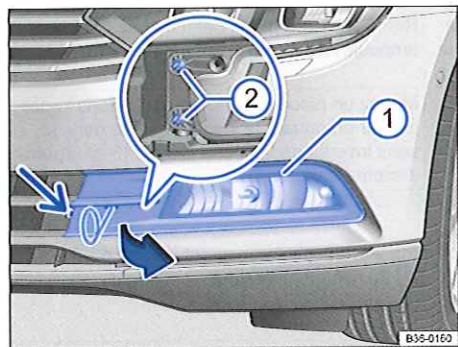
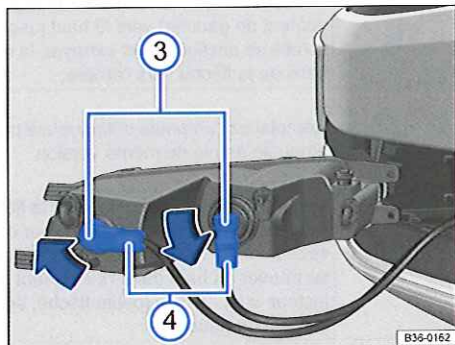

Fig. 275 Dans le pare-chocs avant, côté gauche : projecteur de feux antibrouillard, feux de jour.
Fig. 276 Changement d'ampoule dans le projecteur.
2. Avec le tournevis de l'outillage de bord ⇒ page 470, dévissez la vis de fixation du cache ⇒ fig. 275 (petite flèche).
3. Introduisez l'étrier de l'outillage de bord ⇒ page 470 dans l'évidement comme indiqué et tirez le cache avec l'étrier vers l'avant dans le sens de la flèche ⇒ fig. 275.
4. Dévissez les vis de fixation du projecteur ② avec le tournevis.
5. Tirez le projecteur hors du pare-chocs vers l'avant ⇒ fig. 276.
6. Déverrouillez la fiche de raccordement ④ de l'ampoule défectueuse et débranchez-la.
7. Tournez l'ampoule ③ dans le sens de la flèche pour la déverrouiller et retirez-la hors du projecteur.
9. Placez l'ampoule ③ dans le projecteur et tournez-la jusqu'en butée dans le sens inverse de la flèche ⇒ fig. 276 pour qu'elle soit dans la position initiale.
11. Branchez la fiche ④ sur l'ampoule jusqu'à ce qu'elle s'encliquette de manière audible.
13. Vissez les vis de fixation du projecteur ⇒ fig. 275 ②.
14. Remplacez le cache ① dans le pare-chocs et faites-le s'encliqueter.
15. Vissez la vis de fixation du cache ⇒ fig. 275 (petite flèche).